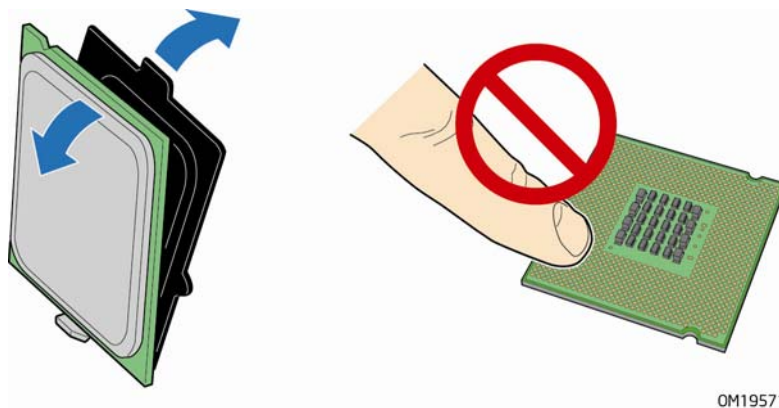

图 9. 从处理器保护罩中取出处理器
5. 从处理器保护罩中取出处理器。只准握持处理器的边缘部位，小心不要触碰处理器的底部（参见图 9）。请勿将处理器保护罩丢弃。每当从插座中拆除处理器后，总要把处理器保护罩重新盖好。